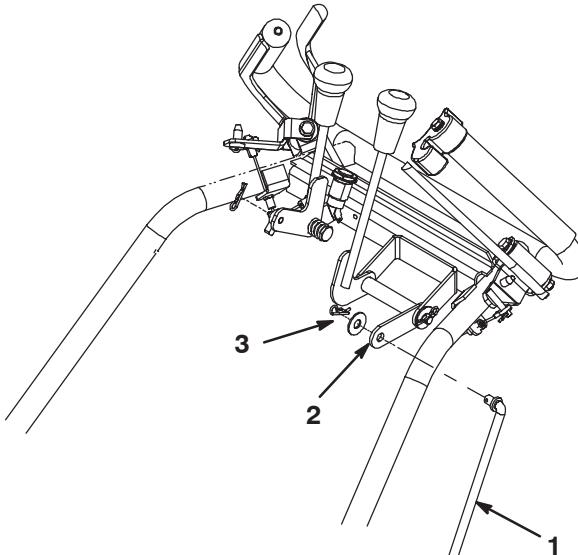

Bild 4
5. Setzen Sie das obere Ende der Schaltstange in das Loch im Schaltgestänge (Bild 4). Befestigen Sie die Stange mit der vorher abgenommenen Scheibe und dem Splint am Gestänge.